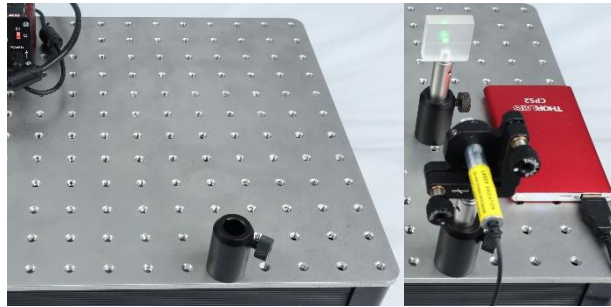

Abbildung 2: links: Position des Postholders; rechts: Laser im Postholder der LED
1. Schrauben Sie die Postholder der LED, wie links in Abbildung 2 auf dem Breadboard fest. Setzen Sie den Laser wie rechts in Abbildung 2 gezeigt in den Postholder der LED und schalten Sie ihn ein.